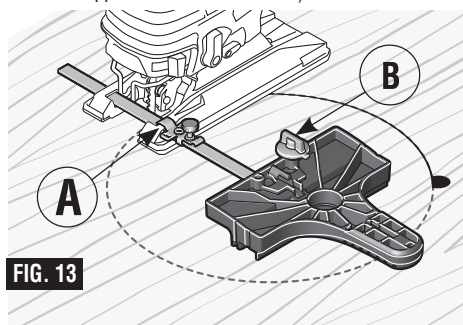

FIG. 13
- Insérez la barre du guide à travers une bride de fixation, puis à travers les trous pratiqués dans le pied, depuis n'importe quel côté du pied, (Fig. 13). (Si possible, placez la deuxième bride de fixation sur la barre depuis le côté opposé de la scie sauteuse.)